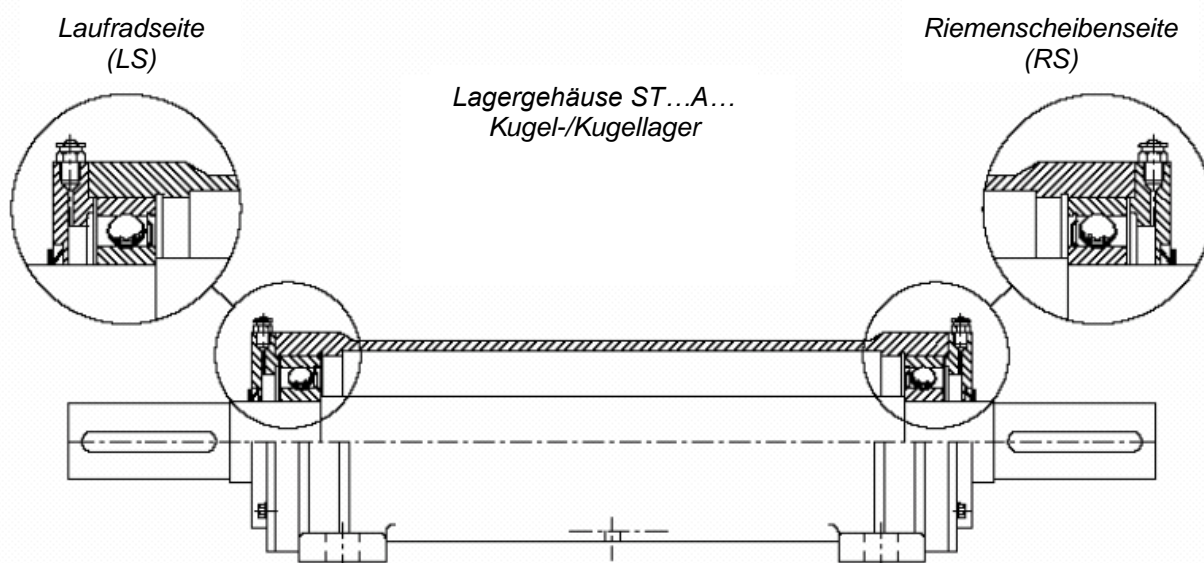

Abb. 10-8 Monoblock-Lagergehäuse ST...A... mit Radialkugellager sowohl auf der Laufrad- als auch auf der Antriebsseite
- Lagergehäuse des Typs ST...A... mit steifem Kugellager auf der Antriebsseite (Abb. 10-8).